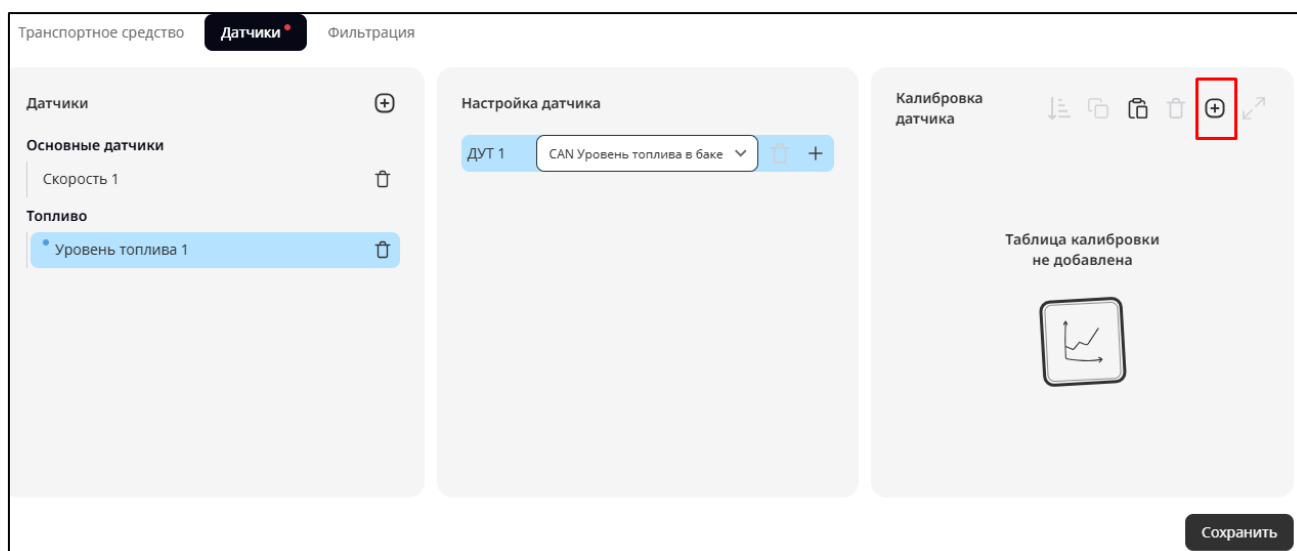

Рисунок 9
2. В блоке «Калибровка датчика» нажмите кнопку «Добавить таблицу калибровки» (Рисунок 9).